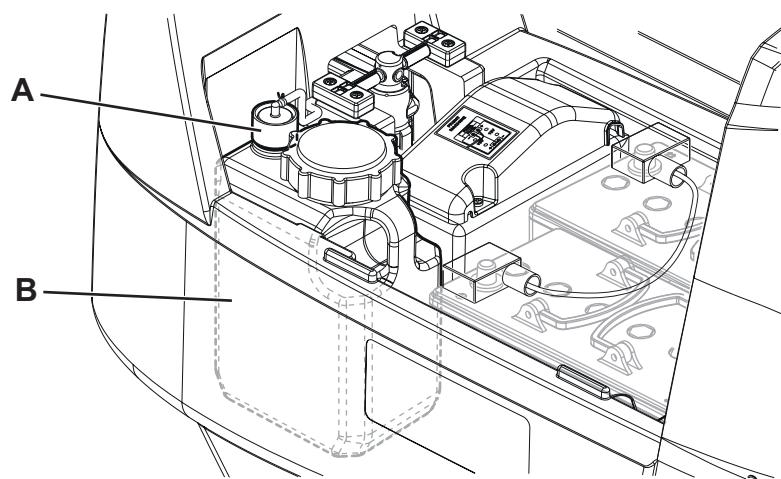

Abbildung 15
2. Sicherstellen, dass das Gerät ausgeschaltet und der Bedienerschlüssel (51) herausgezogen wurde.
3. Deckel (34) anheben und überprüfen, ob der Schmutzwassertank (33) leer ist. Gegebenenfalls durch das Ablaurohr (12) entleeren.
4. Deckel (19) schließen.
5. Tank (33) vorsichtig mit dem Griff (16) anheben.
6. Den Stopfen (A, Abb. 15) vom Reinigungsmittelkanister (B) abdrehen.
9. Den Reinigungsmittelkanister (B) wieder wie in der Abbildung gezeigt in seiner Position anbringen und den Stopfen (A) wieder befestigen.